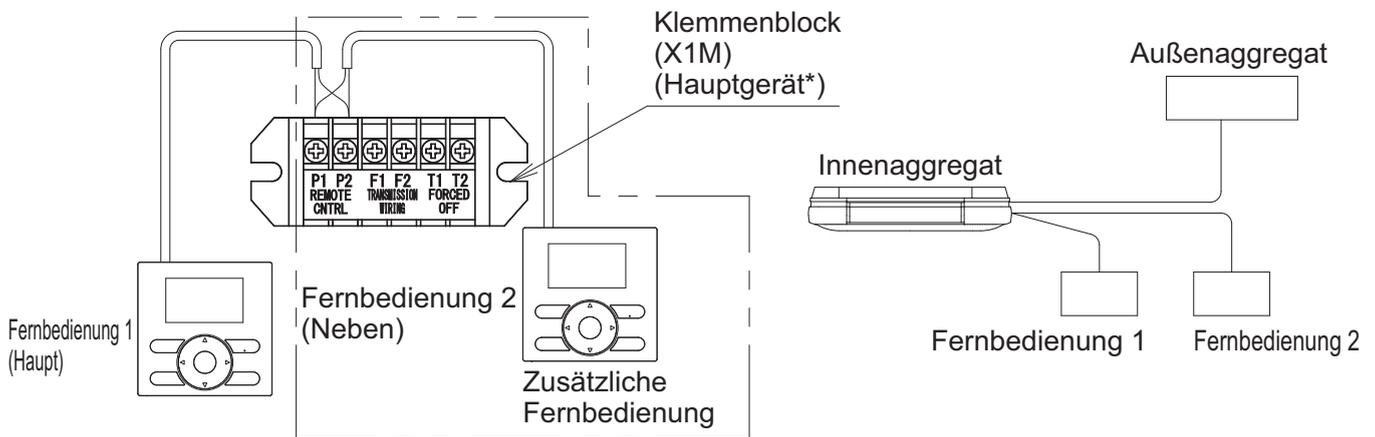

Abb. 46
- (1) Entfernen Sie die Schaltkastenabdeckung wie im Abschnitt **"8-3 VERKABELUNGSMETHODE"** angegeben.
- (2) Verlegen Sie zusätzliche Kabel von der Fernbedienung 2 (Neben-Gerät) zu den Anschlüssen (P1·P2) für die Fernbedienungsverkabelung an der Anschlussleiste (X1M) im Schaltkasten. (Es gibt keine Polarität.) **(Siehe Abb. 46)**